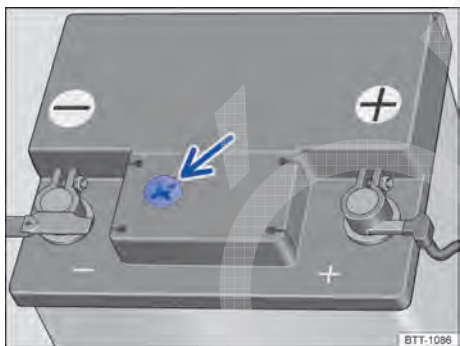

Fig. 263 Visor no lado superior da bateria do veículo (representação esquemática).
- Providenciar iluminação suficiente para poder identificar o indicador colorido no visor redondo no lado superior da bateria do veículo → Fig. 263 (seta). Jamais utilizar chamas expostas ou objetos incandescentes como iluminação.